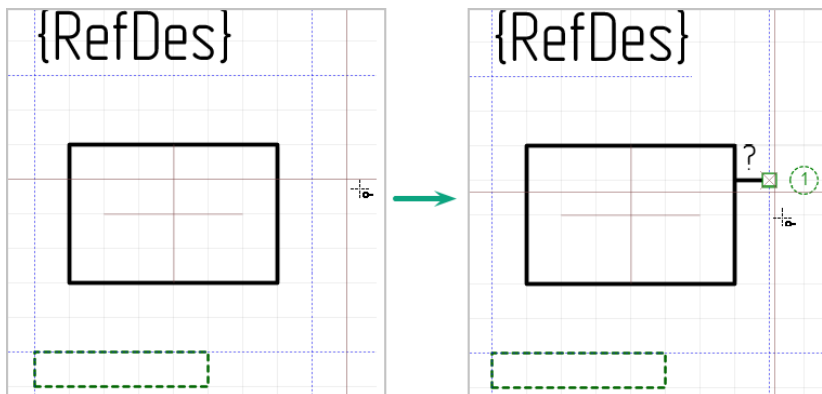

Рис. 179 Курсор при использовании инструмента «Разместить вывод»
2. На Рис. 179 показан вид курсора при активном инструменте «Разместить вывод» в графическом редакторе УГО. При помещении курсора на линию границы отображается возможный вид вывода.